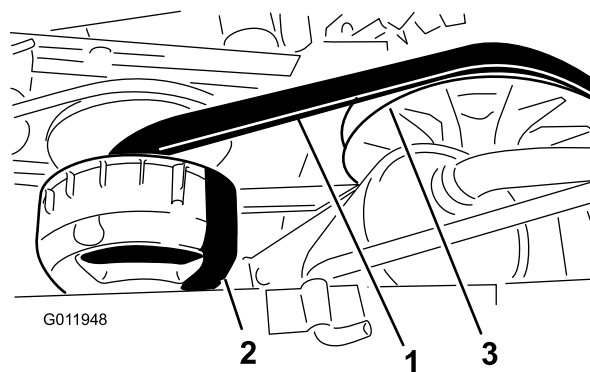

Рисунок 70
4. Проверните и осмотрите ремень (Рисунок 70) на наличие чрезмерного износа или повреждений.
3. Поверните и проложите ремень поверх вторичного сцепления (Рисунок 70).
4. Снимите ремень с главного сцепления (Рисунок 70).
5. Проложите новый ремень поверх главного сцепления (Рисунок 70).
6. Поверните и проложите ремень поверх вторичного сцепления (Рисунок 70).